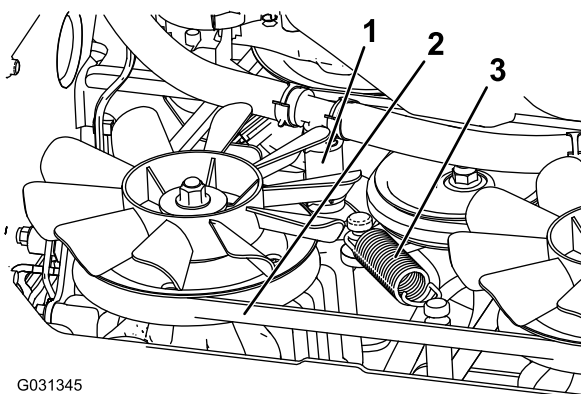

Figura 74
5. Togliete il flessibile idraulico inferiore (Figura 74).
6. Rimuovete la molla di tensione (Figura 74).
7. Rimuovete la cinghia di trasmissione dalla frizione e dal relativo fermo (Figura 74).